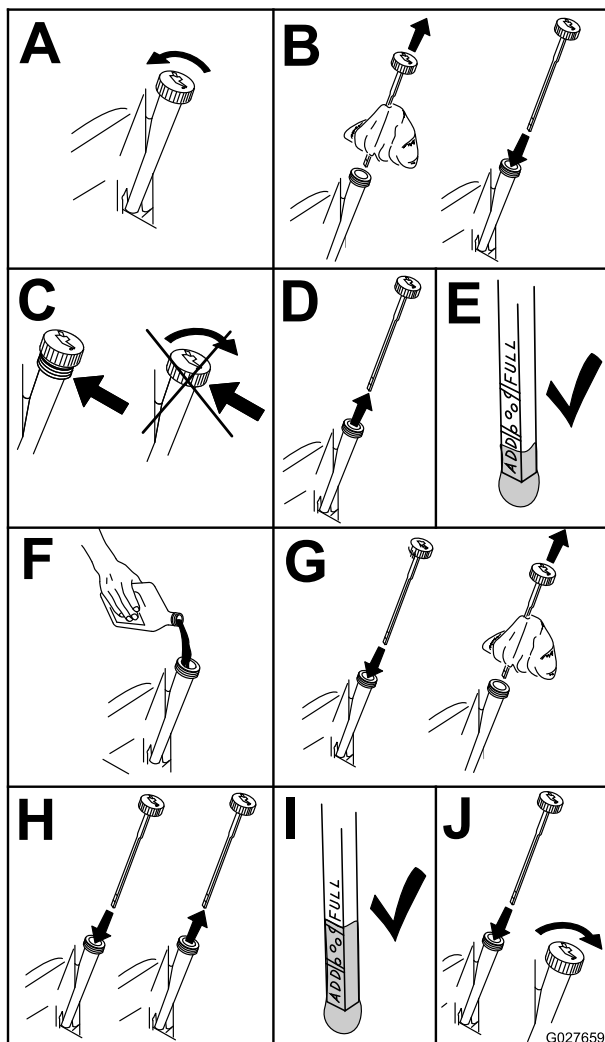

Figure 46
2. Avant de quitter la position de conduite, coupez le moteur, enlevez la clé de contact et attendez l'arrêt complet de toutes les pièces mobiles (Figure 46).